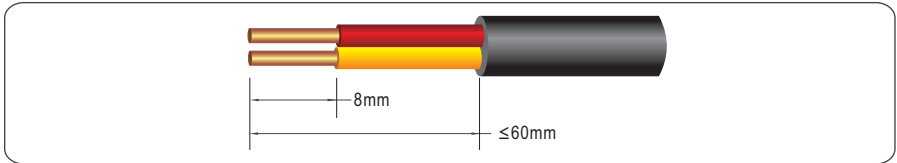

Figura 5.18 Descapando um cabo de comunicação RS485 (unidade: mm)
Passo 1 Remova um comprimento apropriado da camada de isolamento do cabo usando um descascador de fios, conforme mostrado na Figura 5.18.